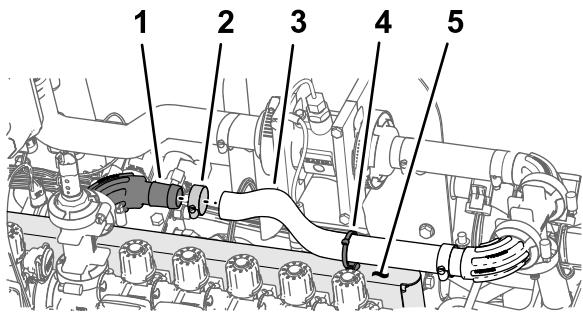

图110
1. 如图110所示将软管1 x 16 英寸安装到 90 度法兰接头1 英寸。
2. 用软管夹将软管固定至法兰接头图110。
3. 如图110所示将扎带/压入式紧固件安装到阀门安装架顶部的孔中。
4. 将扎带/压入式紧固件图110固定到软管1 x 16 英寸上。